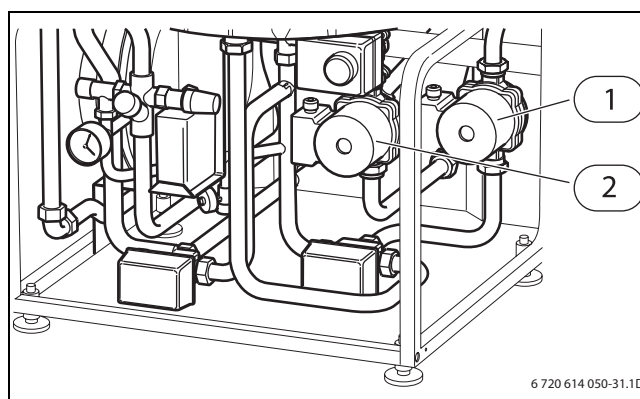

Fig. 72 Tilkoblingsfrirom innvendig enhet
- ▶ Kontroller om varmebærer-pumpen har stanset (→ fig. 72 på side 52).
- ▶ Kontroller om primærpumpen har stoppet (→ fig. 72, [1], side 52).